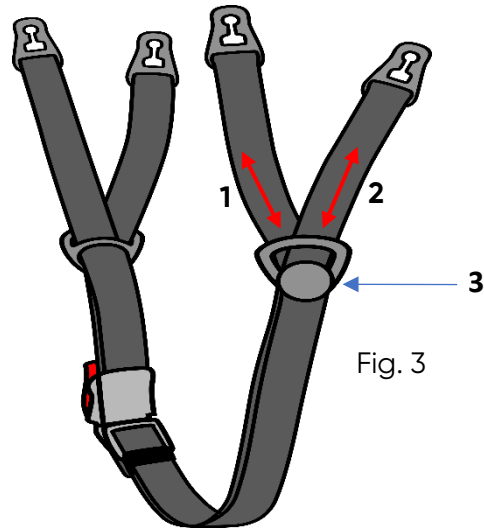

Fig. 3
La correa del mentón (Fig. 3) cuenta con un ajuste de su longitud, por separado para la parte derecha e izquierda de la correa. Se puede cambiar la longitud de la sección frontal (1) y trasera (2) de cada una de las partes desplazando la correa por el elemento de separación (3).